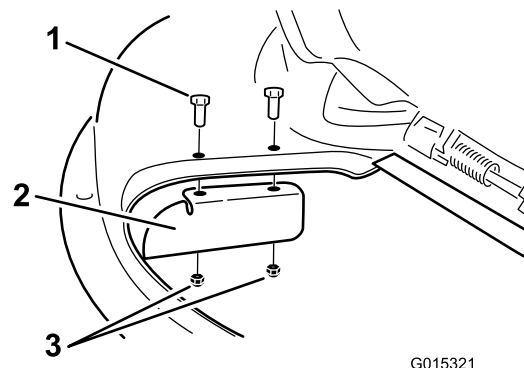

Figure 33
9. Montez le déflecteur d'ouverture sur le plateau de coupe (Figure 33). Fixez le déflecteur sur le plateau de coupe avec les deux contre-écrous (5/16").
3. Enlevez le déflecteur d'ouverture du plateau de coupe (Figure 33).